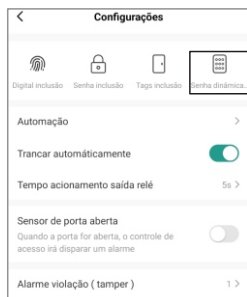

Figura 29
4. Luego, seleccione la opción **"Contraseñas temp."** (figura 29).